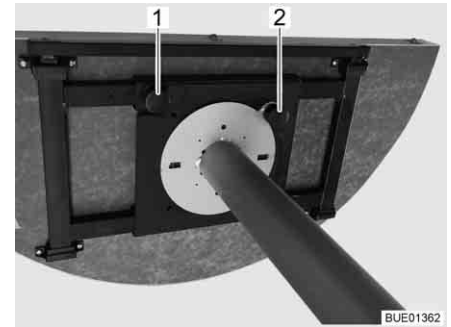

Fig. 97 Table fixe (vue de dessous)
- Desserrer la vis moletée (Fig. 97,1).
- Soulever le bouton de réglage (Fig. 97,2).